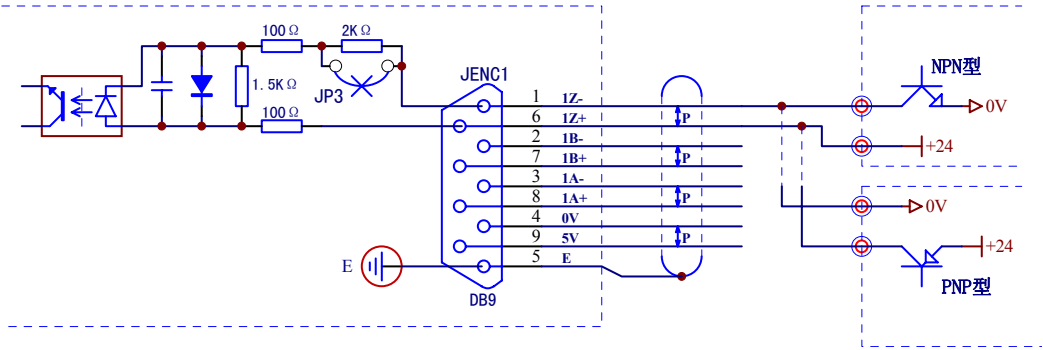

图 3.29 +24V 电平信号的 Z 相脉冲输入回路构成与接线
*2 若采用+24V 电平信号的 Z 相脉冲输入の場合，务必将跳线 JP3 剪断，连接示意如图 3.29 所示。